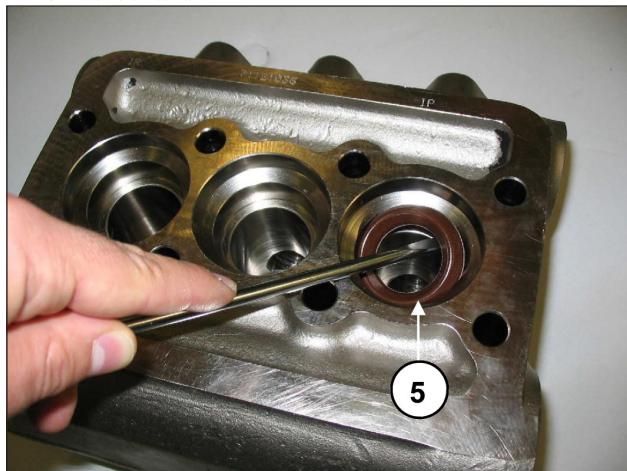

图21
C) 从泵头抽出高压密封圈，从相应底座抽出低压密封圈，可使用如图21所示的简单工具（部件号⑤），注意不要损坏各自的底座。